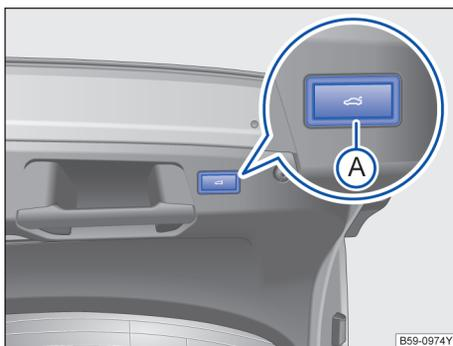

图 62 打开的行李厢盖内：用于电动关闭行李厢盖的按钮
→ 图 62 的图例：
- 在已打开的行李厢盖内短按按钮 ☞→图 62 Ⓐ
- 按住已打开的行李厢盖内的按钮 ☞→图 62 Ⓐ 3 秒以上。